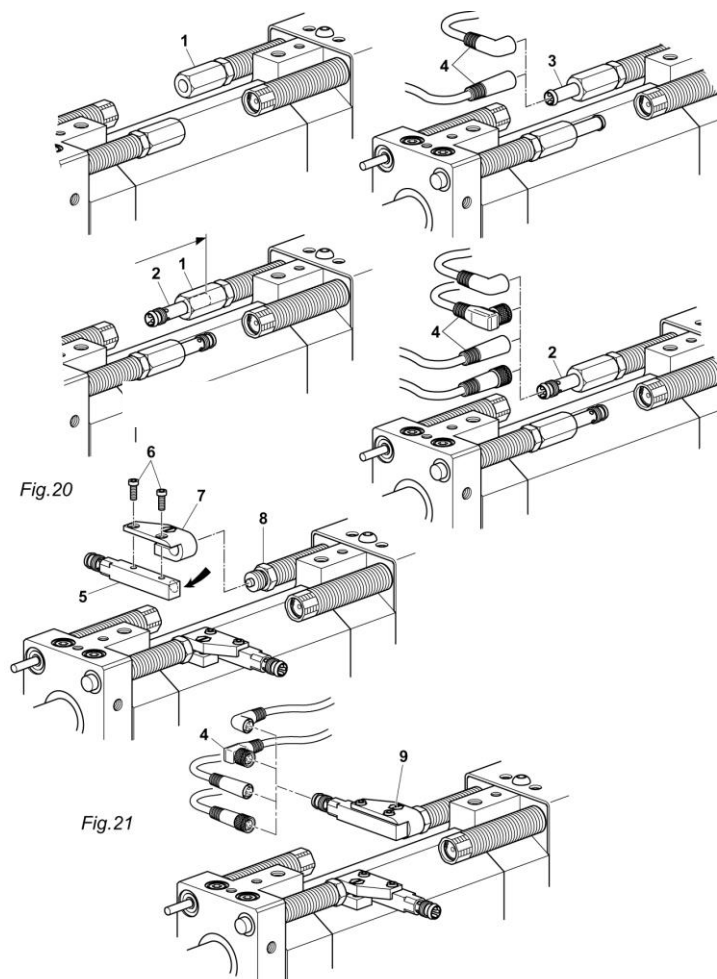

Fig. 16 Montage de l'initiateur 8x8 mm
Selon le type de commande, il faut déterminer le type de commutation PNP ou NPN (Fig. 16).
1. Visser l'initiateur (Fig. 16, 5) avec les vis (Fig. 16, 6) sur le support de l'initiateur (Fig. 16, 7).
2. Insérer le support (Fig. 16, 7) avec l'initiateur jusqu'à la butée sur la vis de butée (Fig. 16, 8).
3. Desserrer la vis (Fig. 16, 9).
4. Montez le connecteur (Fig. 16, 4).